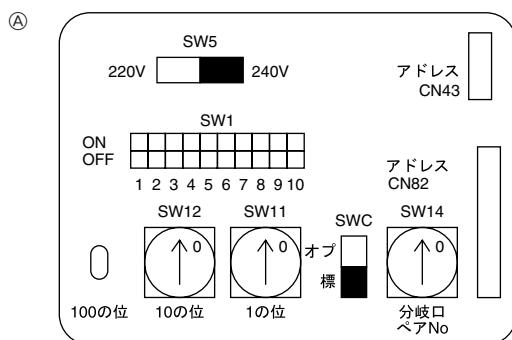

Fig. 4-4
- *1 Ligue o cabo de transmissão à terra através do terminal de terra (G) da unidade exterior.
4.3. Definição dos endereços (Fig. 4-4)